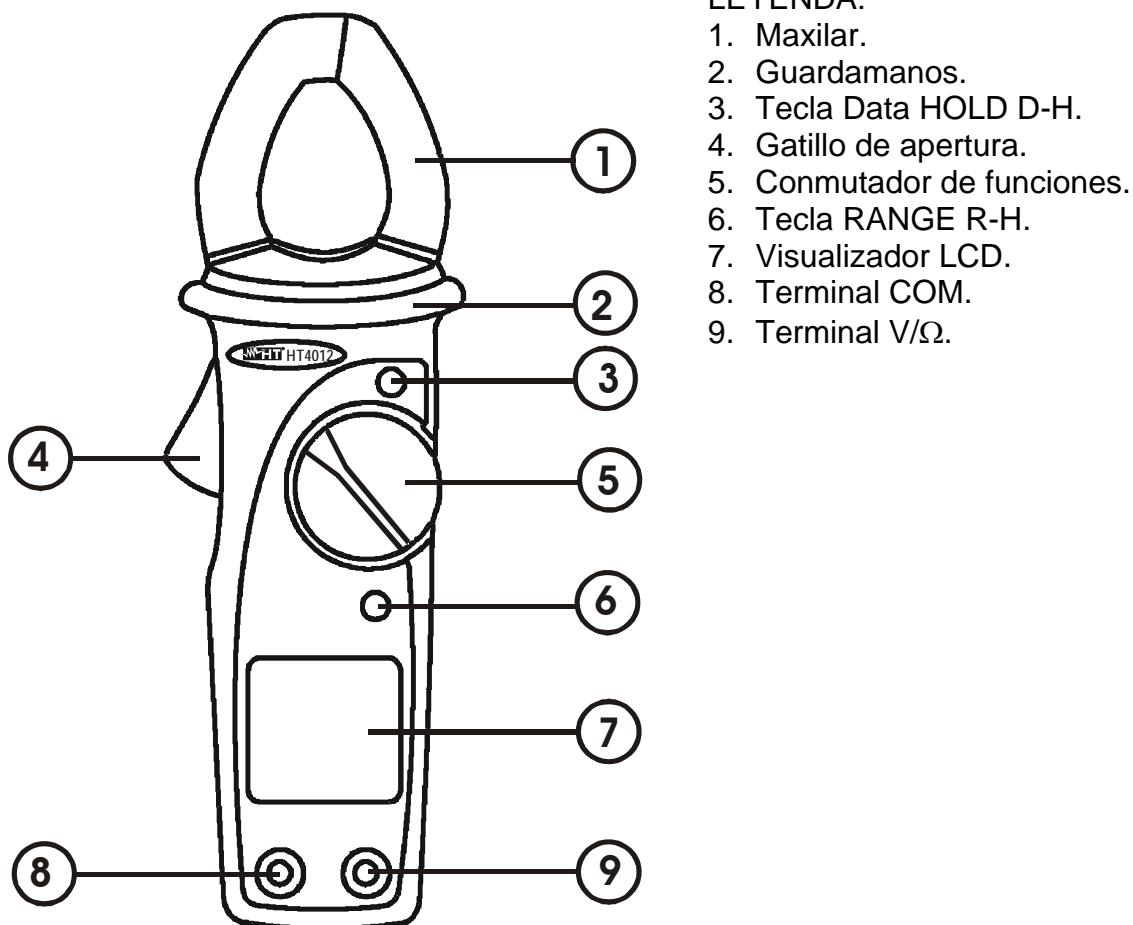

Fig. 1: Descripción del instrumento
- Durante la medida de tensiòn e corriente no exeder con la mano el Guardamano (ver la Fig. 1, punto 2).